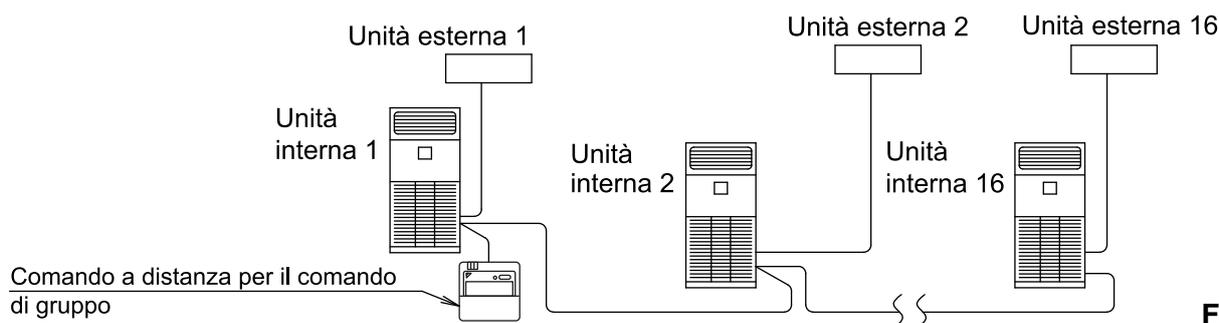

Fig. 36
- Se si utilizza l'apparecchiatura come unità accoppiata, si può comandare simultaneamente (in gruppo) l'accensione/lo spegnimento di 16 unità max. con il comando a distanza. **(Fare riferimento alla Fig. 36)**